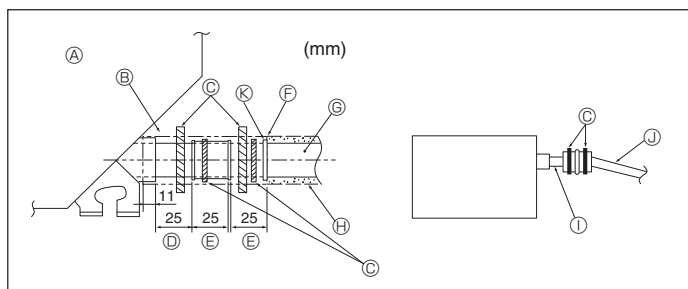

Fig. 5-2
1. Die Ablaufmuffe (mit der Anlage geliefert) an den Dränageauslaß anschließen. (Fig. 5-2) (Das Rohr mit PVC-Kleber ankleben und dann mit einem Band sichern.)